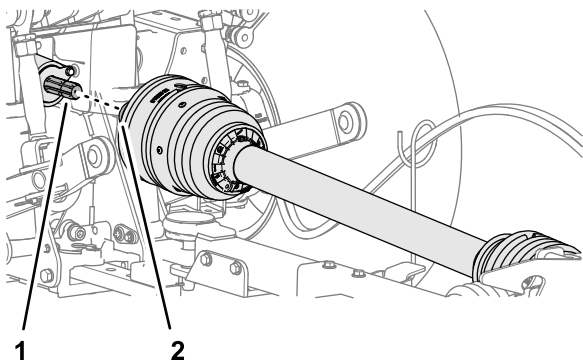

Рисунок 26
2. Совместите быстроразъемный соединитель карданного вала с выходным валом механизма отбора мощности (Рисунок 26).